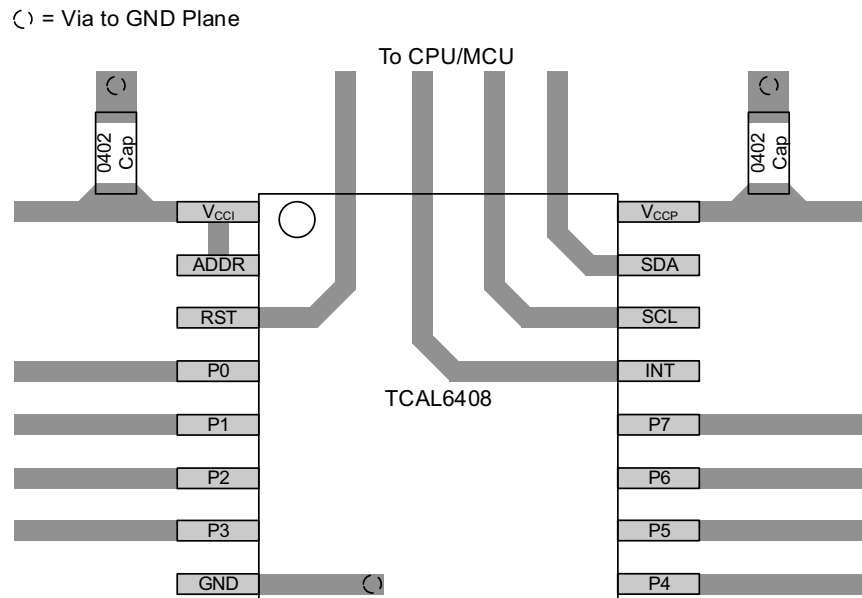

图 8-10. TCAL6408 布局
在所有 PCB 布局中, 最佳实践是避免信号布线呈直角, 在离开集成电路 (IC) 附近时让信号布线呈扇形彼此散开, 并使用较粗的布线来承载通常会经过电源和接地布线的更大的电流。旁路电容器和去耦电容器通常用于控制电源引脚上的电压, 使用较大的电容器可在发生短暂电源干扰时提供额外电能, 使用较小的电容器则能滤除高频纹波。这些电容器应尽可能靠近 TCAL6408。图 8-10 中展示了这些优秀实践。
对于图 8-10 中提供的布局示例, 可以将顶层用于信号布线, 将底层用作电源和接地 (GND) 的分割平面, 从而打造只有 2 层的 PCB。但是, 对于信号布线密度更大的电路板, 最好使用 4 层电路板。在 4 层 PCB 上, 通常在顶层和底层上进行信号布线, 将一个内部层专门用作接地平面, 并将另一个内部层专门用作电源平面。在使用平面或分割平面作为电源和接地平面的电路板布局布线中, 通孔直接放置在需要连接到电源或 GND 的表面贴装元件焊盘旁边, 并且通孔以电气方式连接到内部层或电路板的另一侧。如果需要将信号走线排布到电路板的另一侧, 也要使用通孔, 但图 8-10 中未演示该技术。